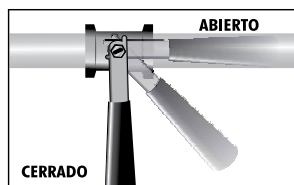

Figura 56.
- Que el maneral de la válvula de paso de la tubería de gas esté en la posición cerrado (Ver figura 56).